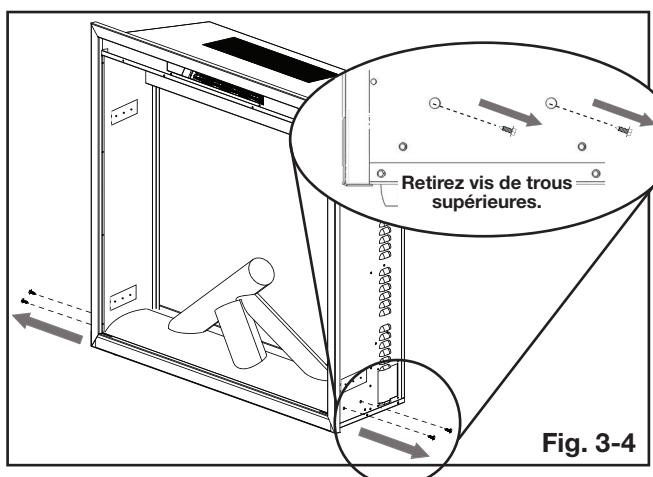
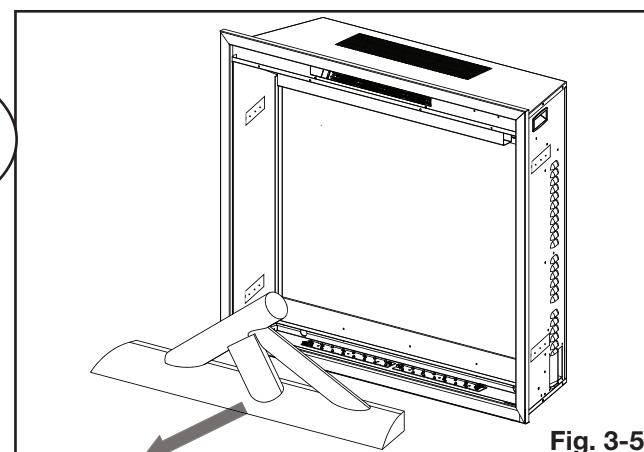

Fig. 3-4
Fig. 3-5
4. Retirez les 4 vis servant à fixer l'ensemble de bûches en place (**Fig. 3-4**) puis soigneusement retirez l'ensemble de bûches. Mettez l'ensemble de bûches au côté (**Fig. 3-5**) et jetez les 4 vis.